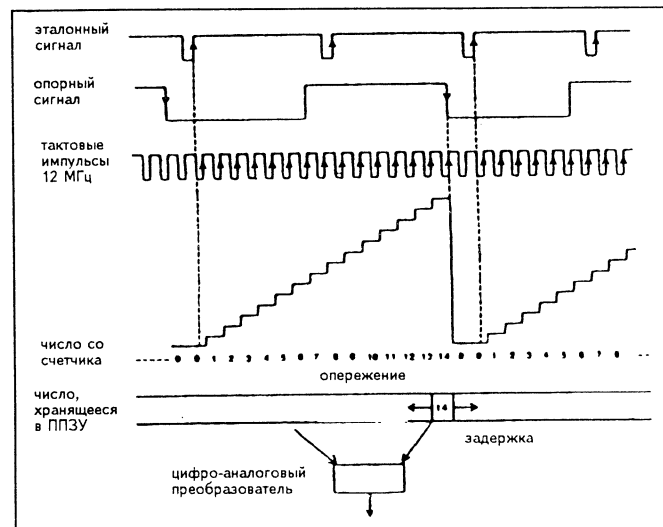

Рис. 7-8. Компаратор скорости
- 3) Компаратор фазы считает тактовые импульсы в промежутке между фронтом эталонного сигнала (VSS) и сигнала сравнения (опорного сигнала) (H.SW), как показано на рис. 7-8.